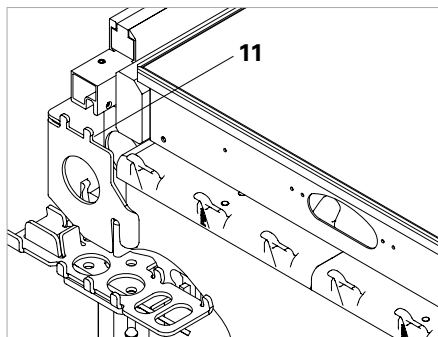

Fig. A5.14
- Apoio de extremidade SSL (11). (Fig. A5.14)
- ao utilizar o apoio de extremidade, (Fig. A5.14)